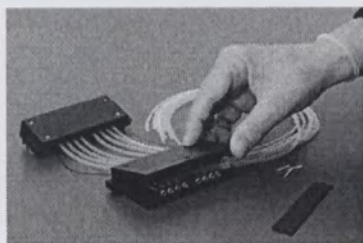

Рисунок 5-40. Установка на место крышки верхней части кассеты для диспенсирования
12. Осторожно поставьте на место крышку верхней части кассеты для диспенсирования (рисунок 5-40).